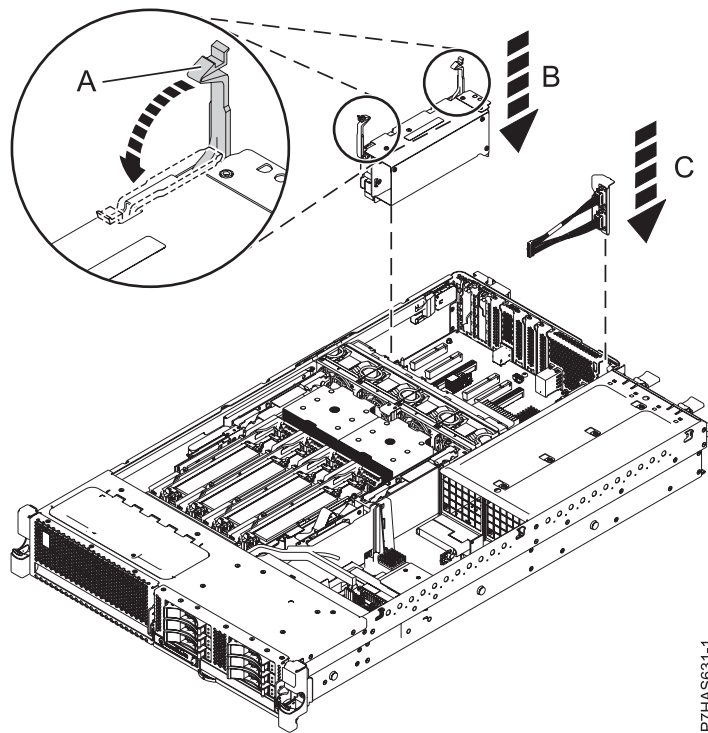
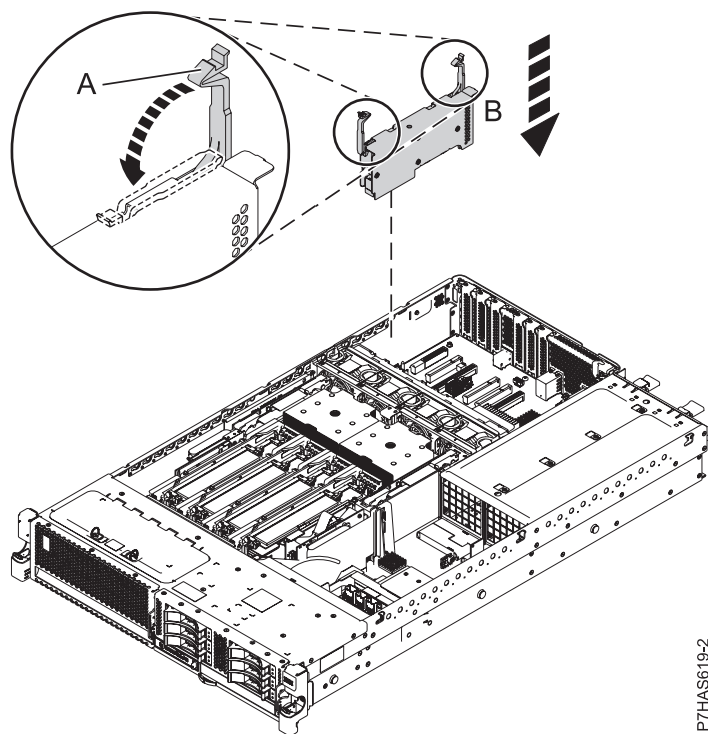

図 2. システムへの FC EJ0G GX アダプターの取り付け
図 3. システムへの FC EJ0H GX アダプターの取り付け
9. アダプターのラッチ (A) をオープン位置まで引き出して、新しいアダプターを取り付ける準備を行います。 4 ページの図 2 はシステムへの FC EJ0G GX アダプターの取り付けを示し、4 ページの図 3 はシステムへの FC EJ0H の取り付けを示します。
12. 4 ページの図 2 および 4 ページの図 3 に示すように、ラッチ (A) を均等に回転させてロック位置にします。
- a. 4 ページの図 2 に示す FC EJ0G 2 ポート SPCN ケーブル・アセンブリー (C) のテール・ストック・ブラケットを注意してつかみ、それをシャーシ後部の GX スロット 1 (P1-C1) の開口部に位置合わせします。